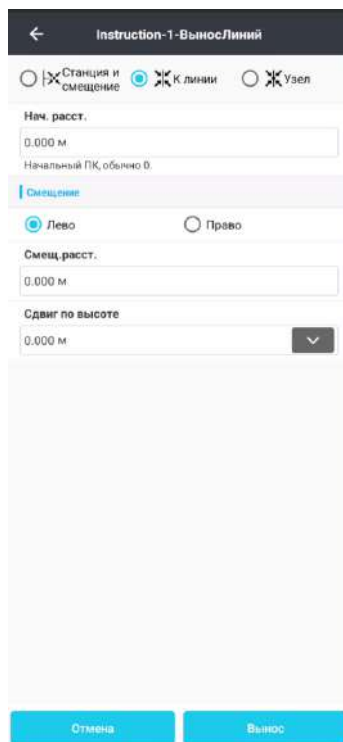

Рисунок 4.9.19
- Данный метод (Рисунок 4.9.19) позволяет от существующей линии делать вынос последующей в задаваемую сторону по перпендикуляру относительно направления от начала существующей линии к ее концу.